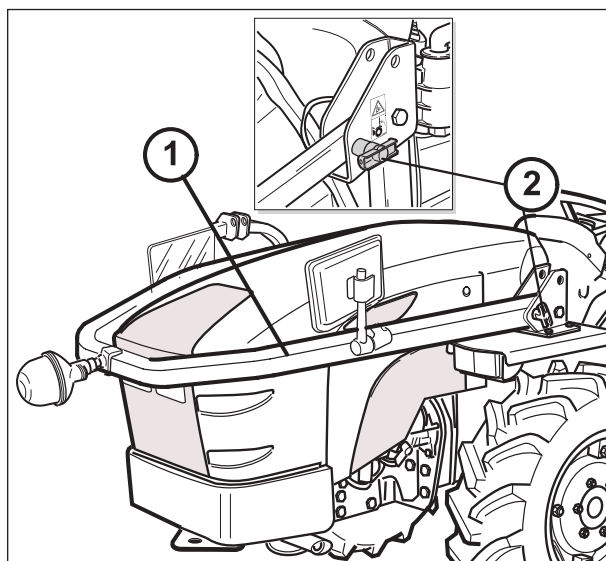

Fig. 76
- Fig. 76: plegar la estructura (1) e introducir los pernos (2) en los agujeros como se ilustra, de ambos lados. Bloquear los pernos.